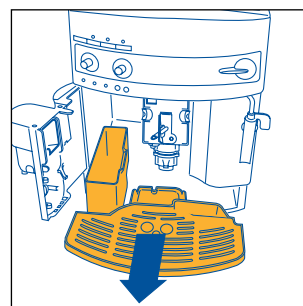

Рис. 16
ПРИМЕЧАНИЕ 7: кофеварка подсчитывает количество чашек воды, которые были приготовлены. Каждые 14 маленьких чашек (или 7 больших) ☕ загорается индикатор (гл. 12, пункт 3), предупреждая, что кассета для кофейной гущи заполнена и ее необходимо вытряхнуть и прочистить. До очистки кассеты для гущи лампа остается горячей, а кофеварка больше не готовит кофе. Для того, чтобы произвести очистку, откройте дверцу для обслуживания, расположенную в передней части, потянув за специальную ручку, рис. 15; загорится мигающий индикатор ⚠ , см. пар.12, п. 9, затем извлеките ванночку для сбора воды, рис. 16, слейте и очистите ее.
- извлеките ванночку для сбора воды и кассету для гуци, рис. 16 и промойте их;